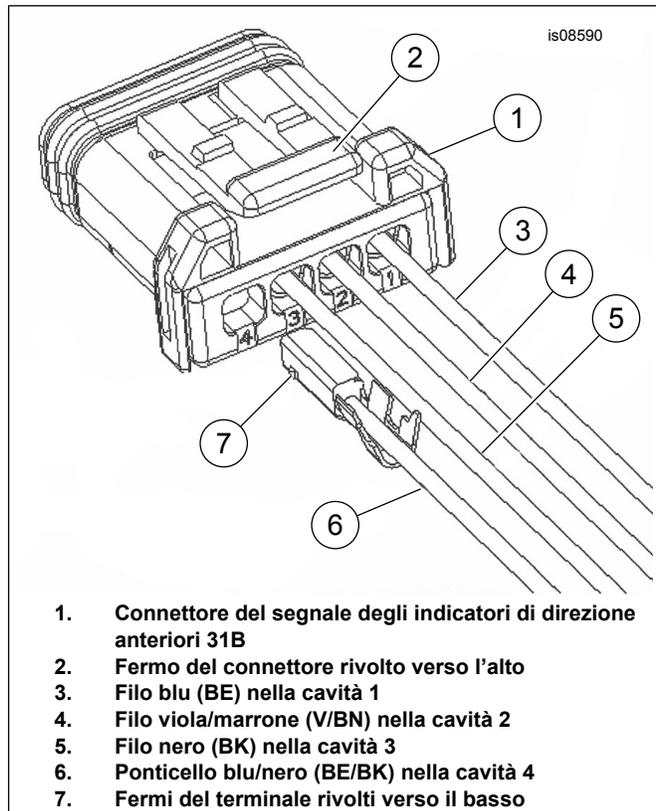

Figura 6. Inserire il terminale del ponticello nella cavità 4
8. Vedere Figura 6. Inserire un cablaggio di collegamento ponticello luce fendinebbia (6) preso dal kit nella cavità 4 del connettore [31B]. Utilizzare un connettore a giunto di testa a tenuta per fissare il filo rosso (R) della luce fendinebbia al ponticello blu/nero (BE/BK).